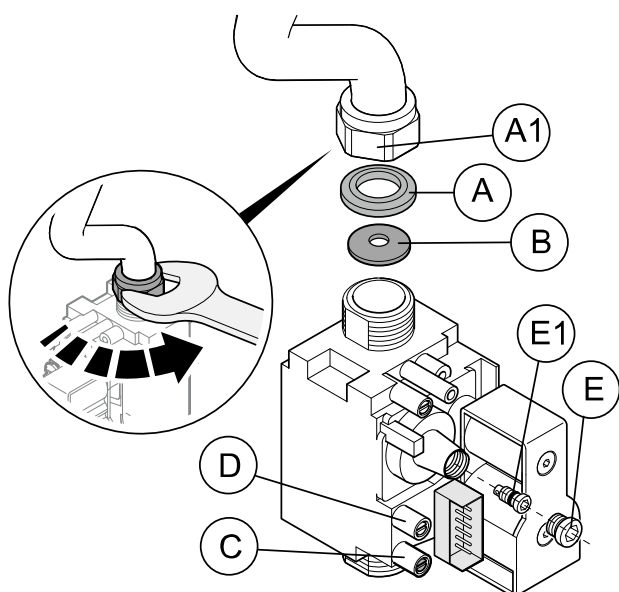

Figure 1
H.3 Réglage de la vanne à gaz (voir Figure 1)